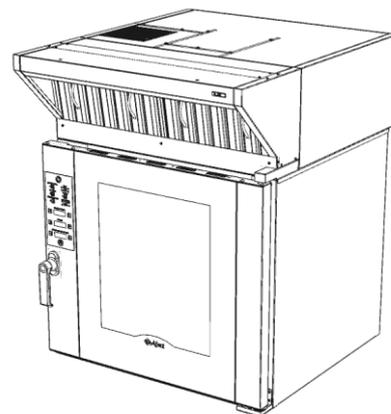

Рис. 11
17. Установить фильтр-решетки в зонт (см. Рис. 11);